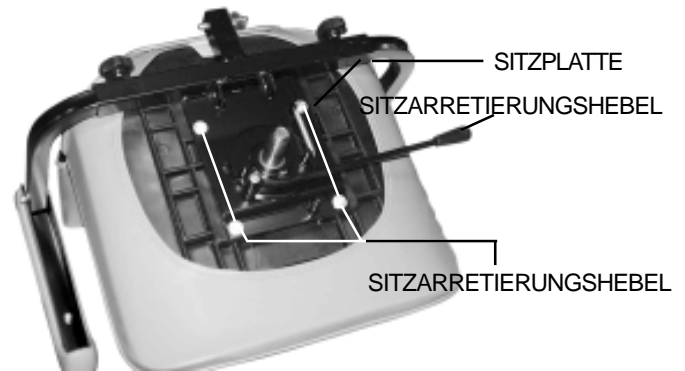

ABB.12. EINSTELLUNG DER SITZTIEFE
1. Der Arretierungshebel nach vorne drücken und den Sitz aus dem Elektromobil heben. Siehe Abb.12.
Der Abstand zwischen dem Sitz und dem Lenker kann durch das Vorwärts- oder Rückwärtsschieben des Sitzes in einer von drei Positionen eingestellt werden. Siehe Abb.12
1. Sitz abmontieren. Siehe Abb.12.
2. Die vier Schrauben, die den Sitz mit der Sitzplatte befestigen, abschrauben. Siehe Abb.12.
2. Sitz umdrehen, um die Unterseite einzusehen. Siehe Abb.12.
1. Schloßzunge in das Schloßteil stecken, bis der Schnellverschluß hörbar einrastet. Siehe Abb.12.